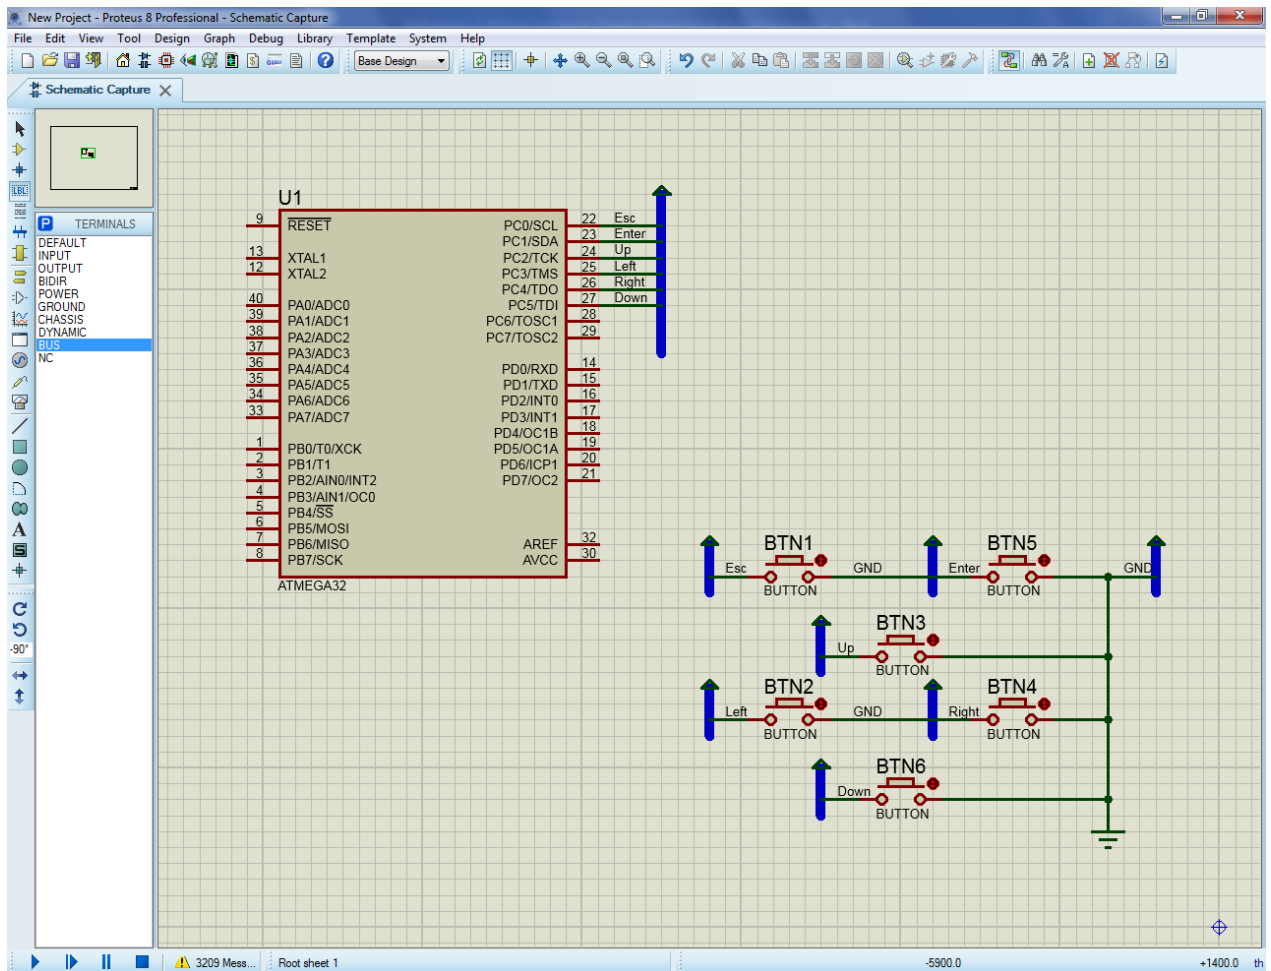

Рис. 1.22 – Кнопки подключены к инструменту GROUND.
- производим аналогичные действия уже для кнопок (рис. 1.22).
Противоположные стороны кнопок необходимо соединить с инструментом «GROUND» (земля), он находится там же, где и инструмент «BUS» (рис. 1.22).
Для соединения данных кнопок с инструментом GROUND, не обязательно соединять их непосредственно с ним. Достаточно присоединить их к линии связи одной подключенной кнопки. Для этого необходимо проделать аналогичные действия по рисованию линии связи от каждой из кнопок, только, довести ее, необходимо, до линии связи кнопки с инструментом GROUND, должен на линии загореться красный квадрат, и нажать ЛКМ (рис. 1.22).